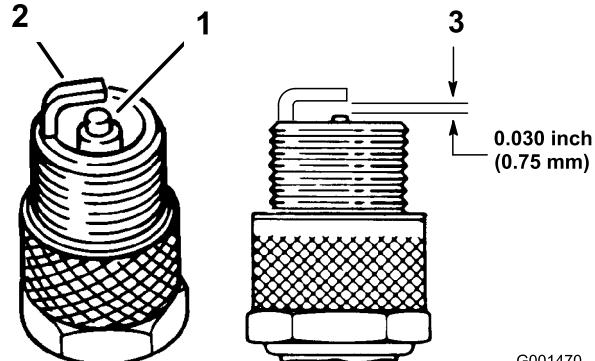

Figura 28
1. Controllate il centro delle candele (Figura 28). Se l'isolatore è di color marrone chiaro o grigio, il motore funziona correttamente. Una patina nera sull'isolatore significa in genere che il filtro dell'aria è sporco.
2. Controllate la distanza tra gli elettrodi centrale e laterale (Figura 28). Piegate l'elettrodo laterale (Figura 28) se la distanza non è corretta.
3. Collegate i cappellotti alle candele (Figura 28).